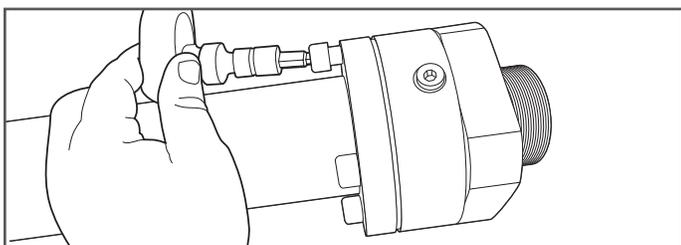

Figure 8-1
1. Desserrez les vis de blocage à six pans à l'aide d'une clé à cliquet et du tournevis à six pans approprié (Figure 8-1).